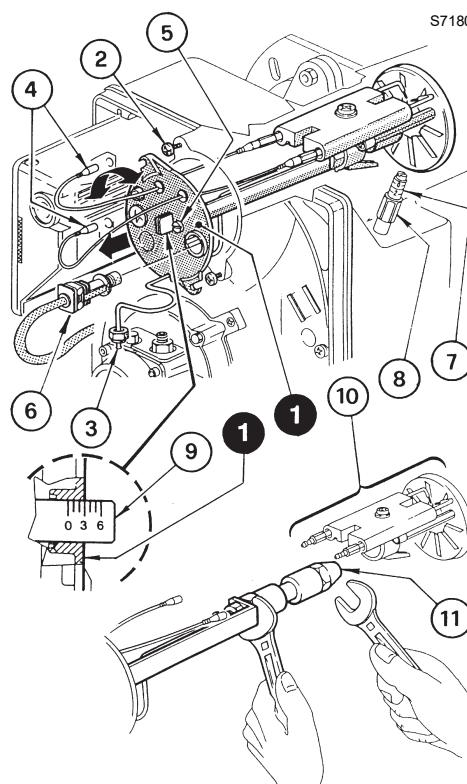
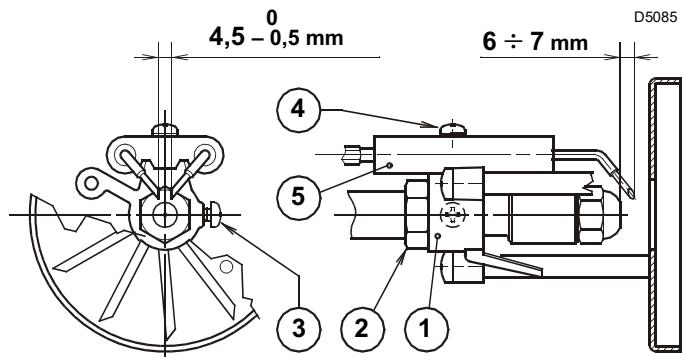

Abb. 13
Abb. 15
- Die Kabel (4) vom Steuergerät abtrennen und den lichtelektrischen Widerstand (6) herausziehen.
- Die Mutter (3) abschrauben, die Schrauben (2) lockern und den Düsenstock (1) durch eine leichte Rechtsdrehung herausnehmen.
- Die Kabel (4) aus den Elektroden herausziehen, die Schraube (3, Abb. 15, auf S. 9) abschrauben und die Stauscheibenhalterung (10) aus dem Düsenstock (1) herausnehmen.
- Die Düse (11) auswechseln und korrekt anschrauben, anziehen wie in Abb. 13.
ACHTUNG Für die erneute Montage des Düsenstocks (1, Abb. 13, auf S. 8) **die Mutter (3)** mit einem Anzugsmoment von 15 Nm **anschrauben, ohne diese bis zum Anschlag zu bringen**, wie in der seitlichen Abbildung gezeigt.
- Zur Einstellung der Luftklappe wie folgt vorgehen: (Abb. 13, auf S. 8):
- Die Mutter (8) lockern und die Klappe durch Betätigung der Schraube (7) eichen.
- Die Mutter (8) nach der Einstellung wieder anschrauben.
- Öldüse austauschen (Abb. 13, auf S. 8) und die korrekte Stellung der Elektroden überprüfen (Abb. 15, auf S. 9).